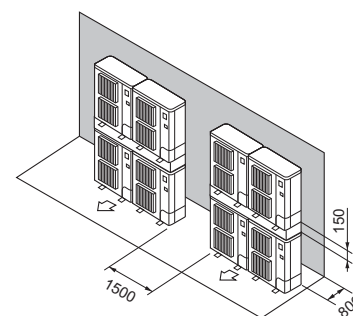

Fig. 3-17
- ⑦ Stabilede enheder arrangement (Fig. 3-17)